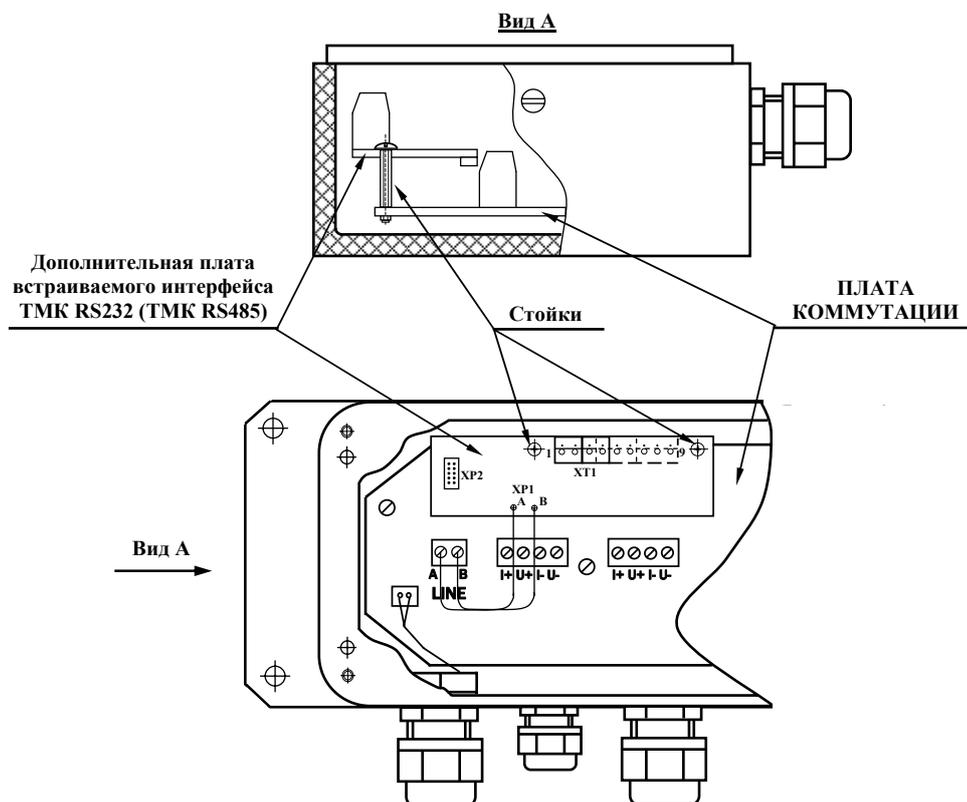

Рисунок 1
**1.2** Самостоятельно монтаж плат ТМК RS232 (ТМК RS485) осуществляется в следующей последовательности (см. рисунок 1):